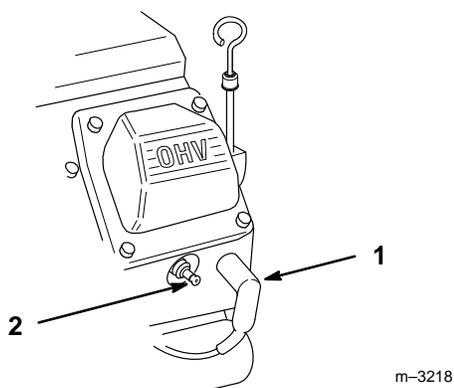

Abbildung 26
2. Das Kabel von der Zündkerze abziehen (Abb. 26). Dann den Bereich um die Zündkerze herum reinigen, um zu verhindern, daß Schmutz in den Motor gelangen und Schäden verursachen kann.
3. Die Kabel auf die Zündkerzen stecken (Abb. 26).